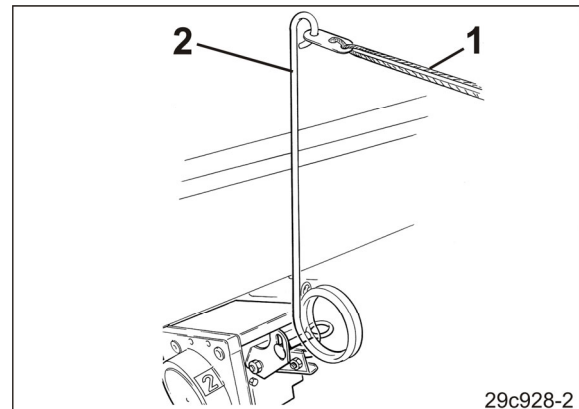

Bild 125
13. Lägg vajern (Bild 125/1) för manövrering av kopplingslådan manöverspak (Bild 125/2) (i förekommande fall) i traktorns hytt.